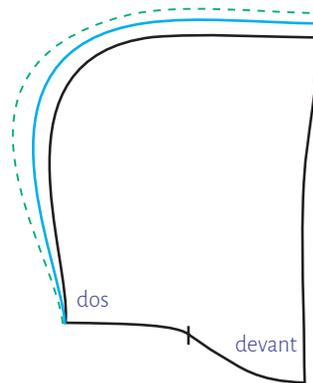
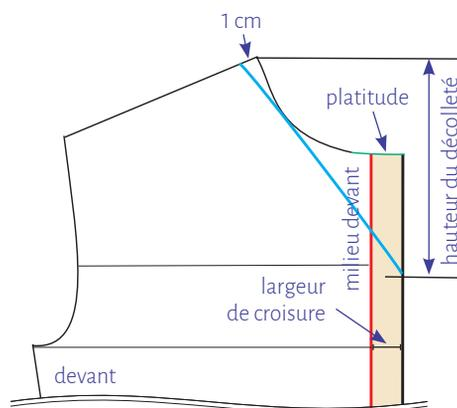
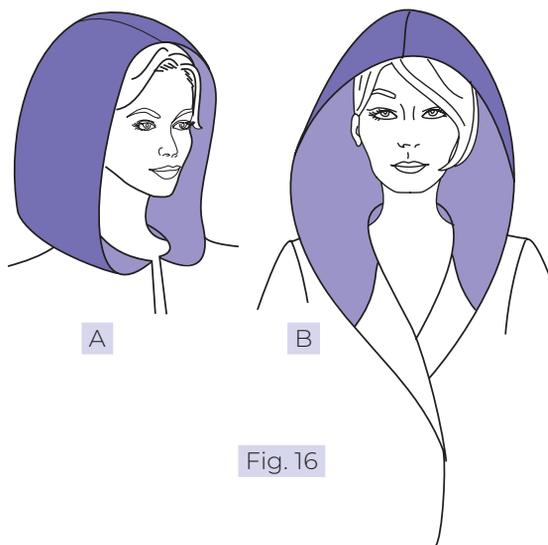

Fig. 5
Fig. 15
Fig. 16
**La seconde méthode** consiste à appliquer les élargissements nécessaires (ligne verte ou ligne bleue, Fig. 5) sur un tracé de base (tracé noir, Fig. 5). Cette méthode est fortement conseillée pour les modélistes débutants dans le domaine de patronage, car au début de l'apprentissage il est très important de se familiariser avec les formes et les proportions établies entre la silhouette et le tracé.
Quelle que soit la forme de la capuche, les élargissements se donnent en largeur et en hauteur. La ligne de milieu dos est tracée sur la verticale, ce qui correspond au droit-fil du tissu. La couture d'assemblage des bords coupés dans le droit-fil risque de gêner, c'est pourquoi il est nécessaire d'assouplir cette ligne droite en appliquant 2 à 3 cm d'élargissement depuis l'extrémité de la ligne du bas (revoir Fig. 5, page 124).
Dans ce style de col, la mesure de la largeur de croisure est également la mesure d'élargissement de la capuche (revoir Fig. 5, page 124), car le bord de croisure et le bord d'ouverture de la capuche forment une ligne continue au niveau de l'encolure du buste. Sa largeur est définie entre 3 et 10 cm (partie marron, Fig. 15). Elle varie en fonction du type de vêtement, de l'ampleur donnée au buste, de la qualité du tissu et de la finition des bords.
Le patron de ce style de capuche peut être construit sur la forme de base de l'encolure (au ras-du-cou) ou sur la forme d'une encolure en V. Si la construction se fait de la même manière dans les deux cas, l'effet visuel (Fig. 16) dépend, quant à lui, de la forme de l'encolure tracée dans l'inclinaison depuis le bord de la croisure (ligne bleue, Fig. 15) ou tracée depuis la platitude de l'encolure (ligne verte, Fig. 15).
Pour obtenir un col capuche souple avec l'effet visuel présenté sur la **Fig. 16B**, il est nécessaire d'adoucir la ligne droite de l'encolure en l'inclinant. Pour cela, depuis l'encolure élargie de 1 cm sur la ligne d'épaule (revoir la page 15), tracez une droite jusqu'à la ligne de la croisure en passant par la tangente de la courbe de l'encolure (ligne bleue, **Fig. 15**).